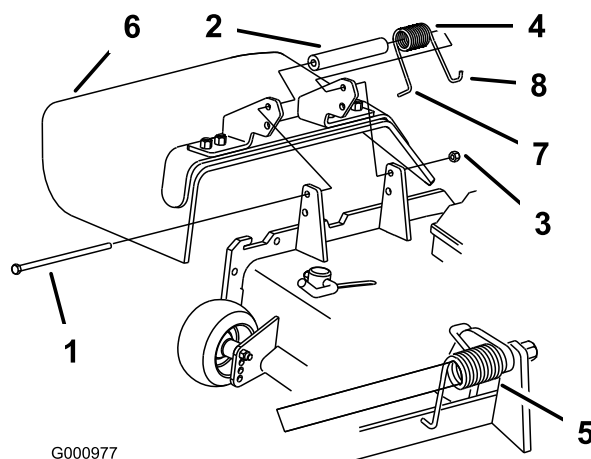

Bild 89
Hinweis: Stellen Sie sicher, dass sich das L-förmige Ende der Feder hinter der Mähwerkkannte befindet, bevor Sie die Schraube einsetzen, wie in Bild 89 abgebildet.
3. Setzen Sie die Schraube und Mutter ein. Führen Sie das J-förmige Hakenende der Feder um das Ablenkblech (Bild 89).
1. Entfernen Sie die Sicherungsmutter, Schraube, Feder und das Distanzstück, mit denen das Ablenkblech an den Drehhalterungen befestigt ist (Bild 89). Entfernen Sie defekte oder abgenutzte Ablenkbleche.